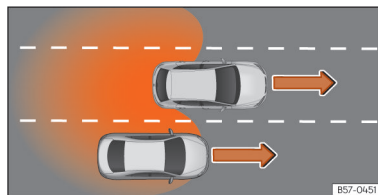

Fig. 152 Ultrapassagem na faixa de rodagem central e incorporação posterior na faixa de rodagem direita.
- Quando se ultrapassa outro veículo »» Fig. 152 com uma diferença de velocidade de aprox. 10 km/h (6 mph). Se a ultrapassagem é consideravelmente mais rápida, não se mostra qualquer indicação.